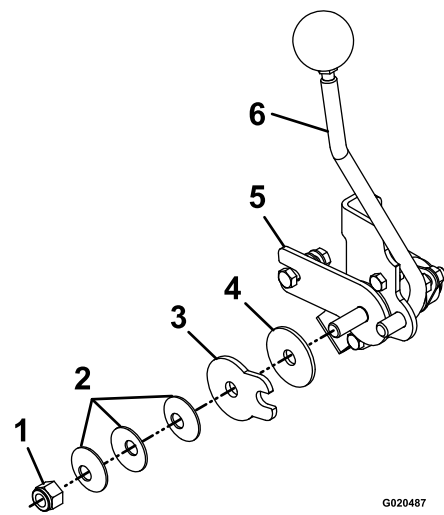

Figura 65
3. Reglați piulia pivotului, care este amplasată la capătul arborelui de control al mișcării, în fața consolei dreapta (Figura 65).